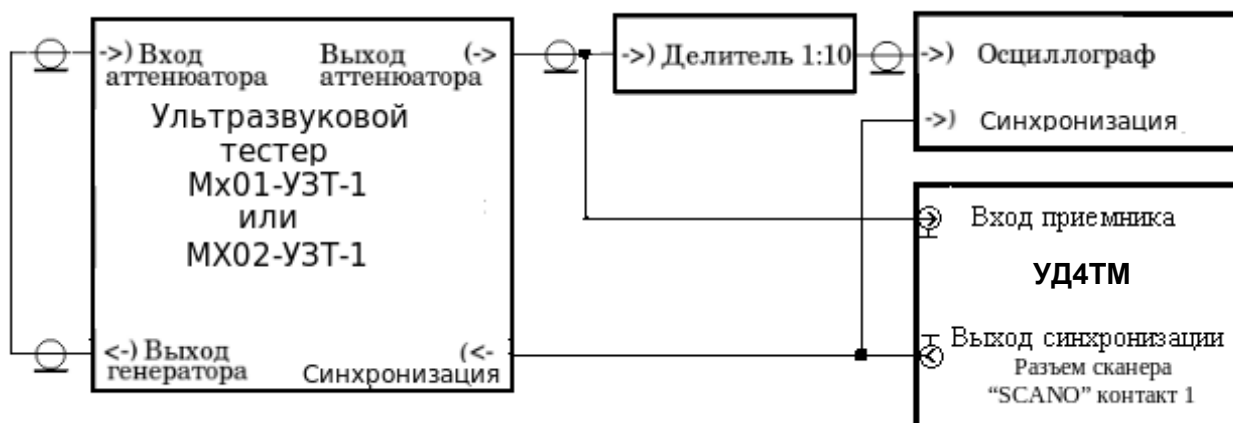

Рисунок 29 Схема рабочего места для определения погрешности измерения временных интервалов с применением ультразвукового тестера Мх01-УЗТ-1 или Мх02-УЗТ-1
Для определения погрешности измерения временных интервалов с применением ультразвукового тестера Мх01-УЗТ-1 или Мх02-УЗТ-1 собрать стенд по схеме, которую представляет **Рисунок 29** и перейти к п. **14.7.3.5.22**.
14.7.3.5.22 Для определения погрешности измерения временных интервалов с применением ультразвукового тестера Мх01-УЗТ-1 или Мх02-УЗТ-1 собрать стенд по схеме, которую представляет **Рисунок 29**.